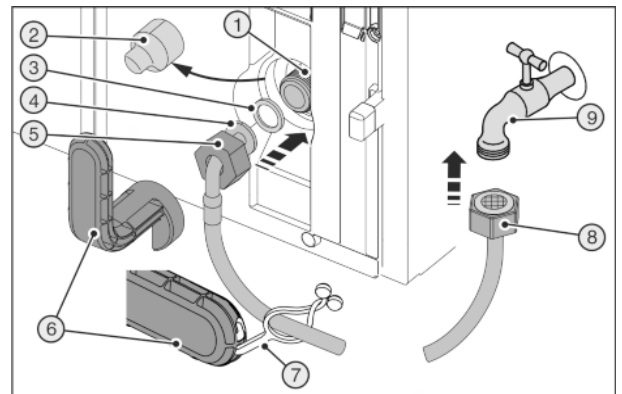
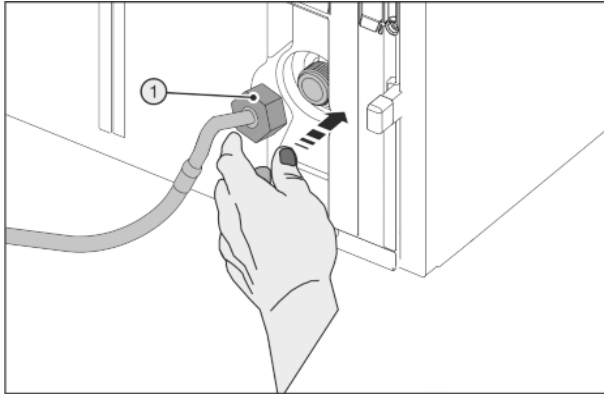

Fig. 45
Fig. 46
Сломанный вспомогательный инструмент Fig. 45 (6)!
- ▶ Вспомогательный инструмент Fig. 45 (6) использовать только при комнатной температуре.
- ▶ Снять крышку Fig. 45 (2).
- ▶ Облегченный монтаж: Выложить прямой конец шланга Fig. 45 (8) влево на землю.
- ▶ До конца сдвинуть гайку Fig. 45 (5) через конец шланга в виде угла Fig. 45 (4) и удерживать.
- ▶ Смочить уплотнение Fig. 45 (3) и вдавить в гайку Fig. 45 (5).
- ▷ Уплотнение Fig. 45 (3) прилегает и слегка поддерживается.
- ▶ Осторожно одеть гайку Fig. 46 (1) и накрутить на резьбу двумя пальцами до обеспечения надежной посадки.
- ▶ Затяните гайку Fig. 46 (1) с помощью вспомогательного инструмента Fig. 45 (6) по часовой стрелке, пока не будет достигнут максимальный момент затяжки и вспомогательный инструмент Fig. 45 (6) начнет прокручиваться.
- ▶ Навинтите гайку Fig. 45 (8) на запорный кран Fig. 45 (9).
- ▶ Затяните гайку Fig. 45 (8) с помощью вспомогательного инструмента Fig. 45 (6) по часовой стрелке, пока не будет достигнут максимальный момент затяжки и вспомогательный инструмент Fig. 45 (6) начнет прокручиваться.
- ▶ Откройте запорный кран Fig. 45 (9) системы подвода воды и проверьте герметичность всей водяной системы.
- ▶ Зацепить накладку Fig. 45 (7) в вспомогательном инструменте Fig. 45 (6) и для хранения закрепить на шланге из высококачественной стали.